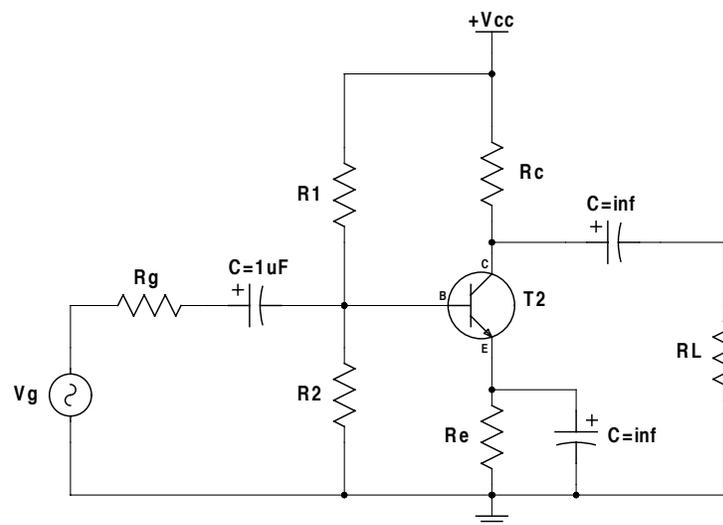

Figura 6: Amplificador básico en configuración Emisor-Común con capacitores ideales.
1. Diseñe un amplificador en configuración E-C para excursión simétrica máxima como el mostrado en el diagrama de la Figura 6 (utilizar el valor de β obtenido en la práctica 1).